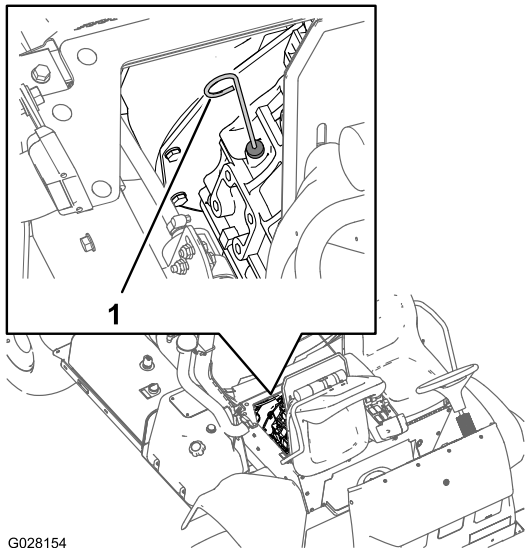

図 69
2. 助手席の下にあるディップスティックを抜きウェスで一度きれいに拭く (図 69)。
6. ディップスティックの目盛りで油量を点検する 図 69。
7. ディップスティックの FULL マークに達するまで補給口から残りのオイルをゆっくりと補給する 図 69。